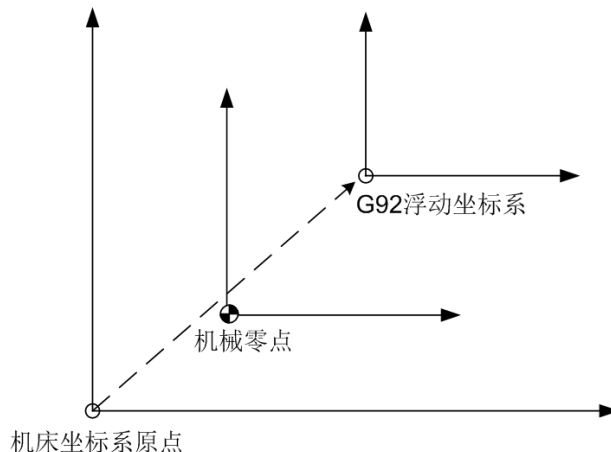

图 4-2-11-1
- 1、如图 4-2-11-1 所示，G92 浮动坐标系对应的原点为机床坐标系下的值，与工件坐标系没有关系。